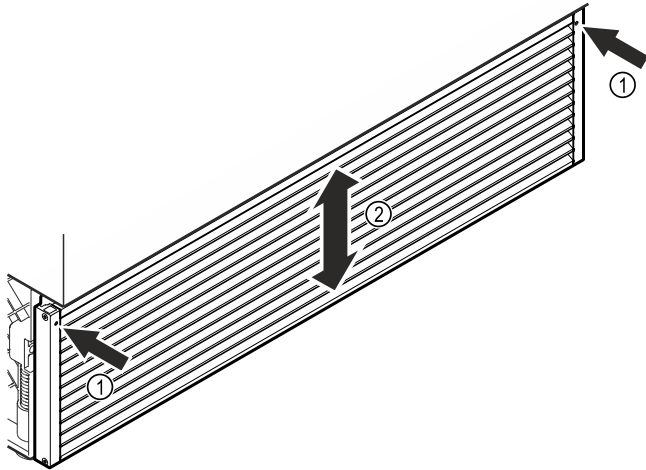

Fig. 30
- Gewindestifte an der Vorderseite des Lüftungsgitters lösen. Fig. 30 (1)
- Lüftungsgitter auf die gewünschte Höhe einstellen. Fig. 30 (2)